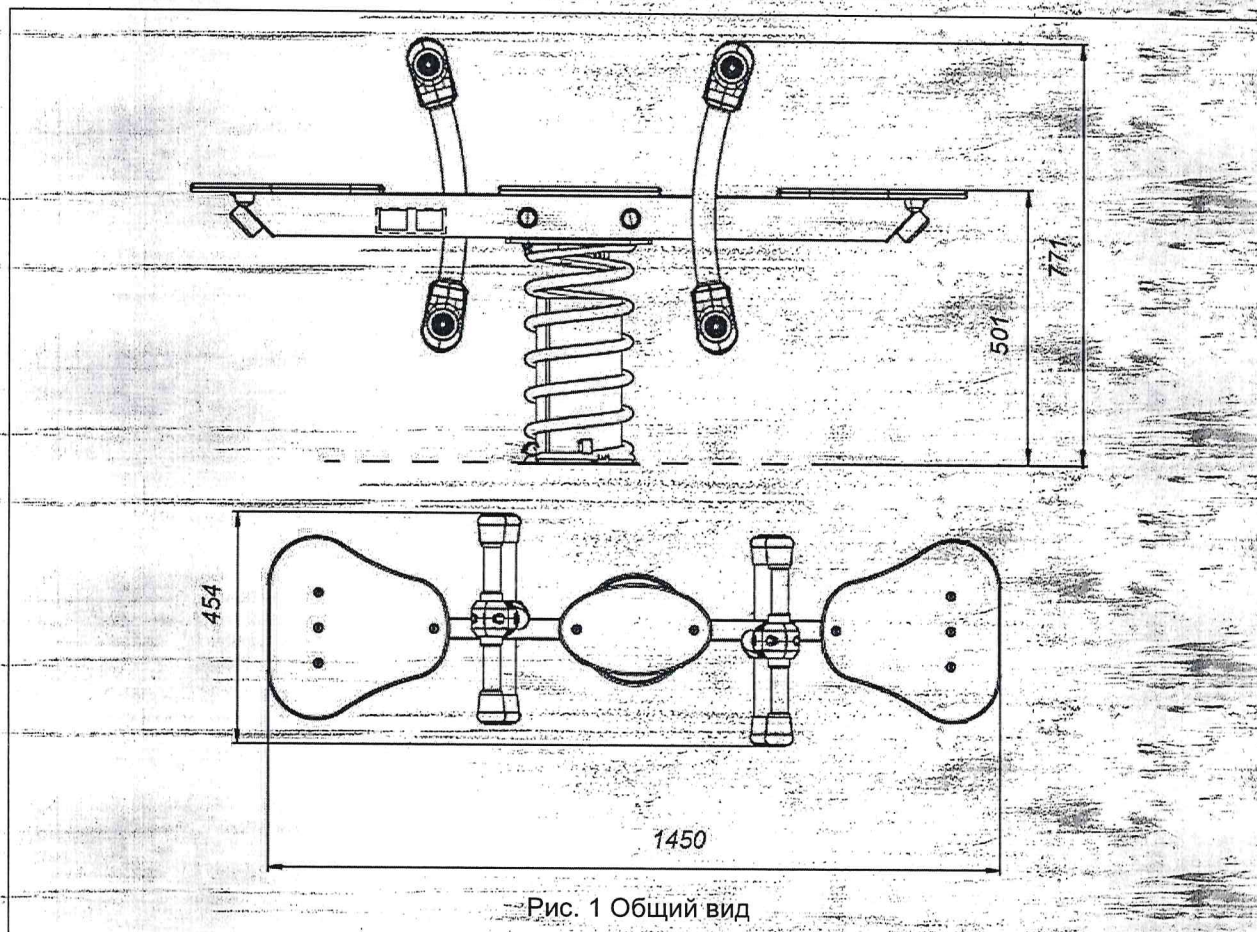

Рис. 1 Общий вид
- 2.2. Общий вид оборудования представлен на Рис. 1.